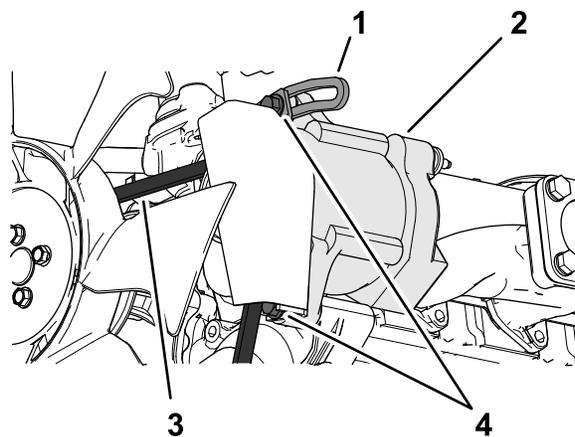

Figura 93
3. Desaperte o parafuso no ponto de articulação do alternador; desaperte o parafuso que prende o alternador à abraçadeira ranhurada (Figura 93).